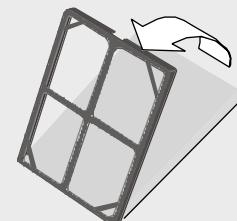

Fig. 21
- Verificate che il filtro purificatore sia collocato nella cornice; altrimenti, installatelo come indicato dalla Fig. 21 Collocate la parte scura del filtro a contatto con la cornice.